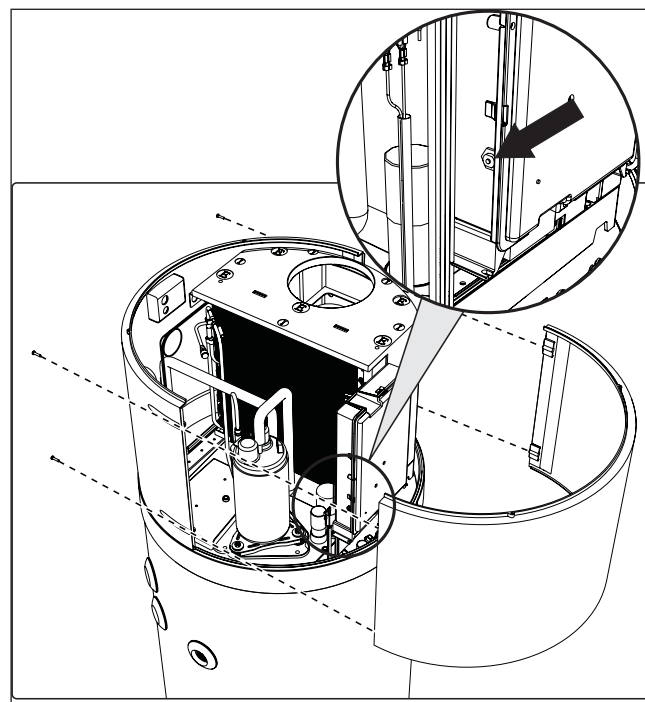

fig. 74- Extracción del panel frontal
- Retire el panel frontal y restablezca manualmente el termostato de seguridad accionado (fig. 74). En caso de accionamiento, el pasador central del termostato sobresaldrá unos 2 mm.